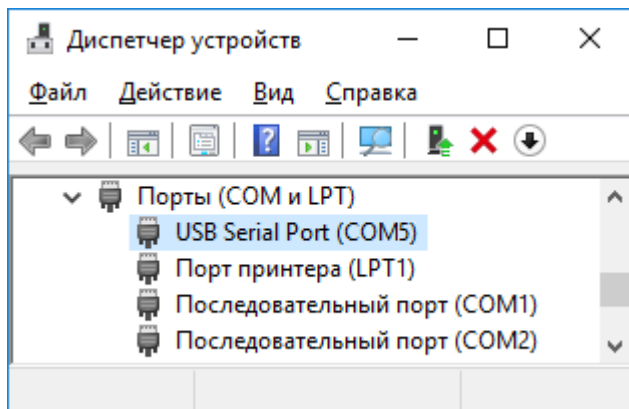

Рисунок 1 — Регулятор подключен к COM6
3.1.2 Определите с помощью «Диспетчера устройств» номер СОМ-порта, к которому подключен модуль (см. рисунок 1).